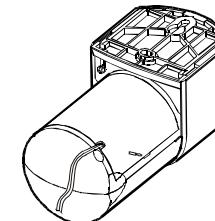

Fig. 12
4. Montér batteriafdækning og vær sikker på at ledning går ud af åbning. Fig. 12.